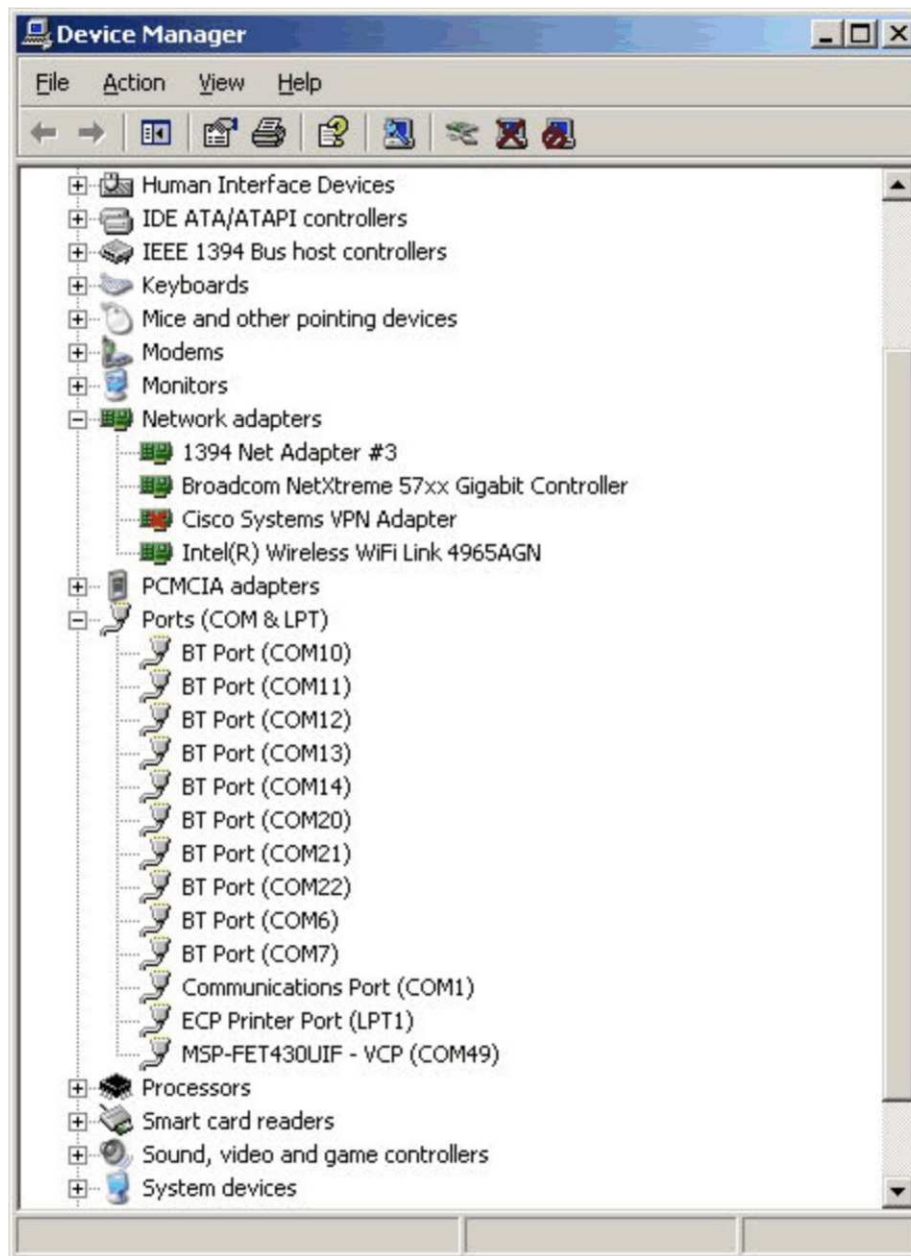
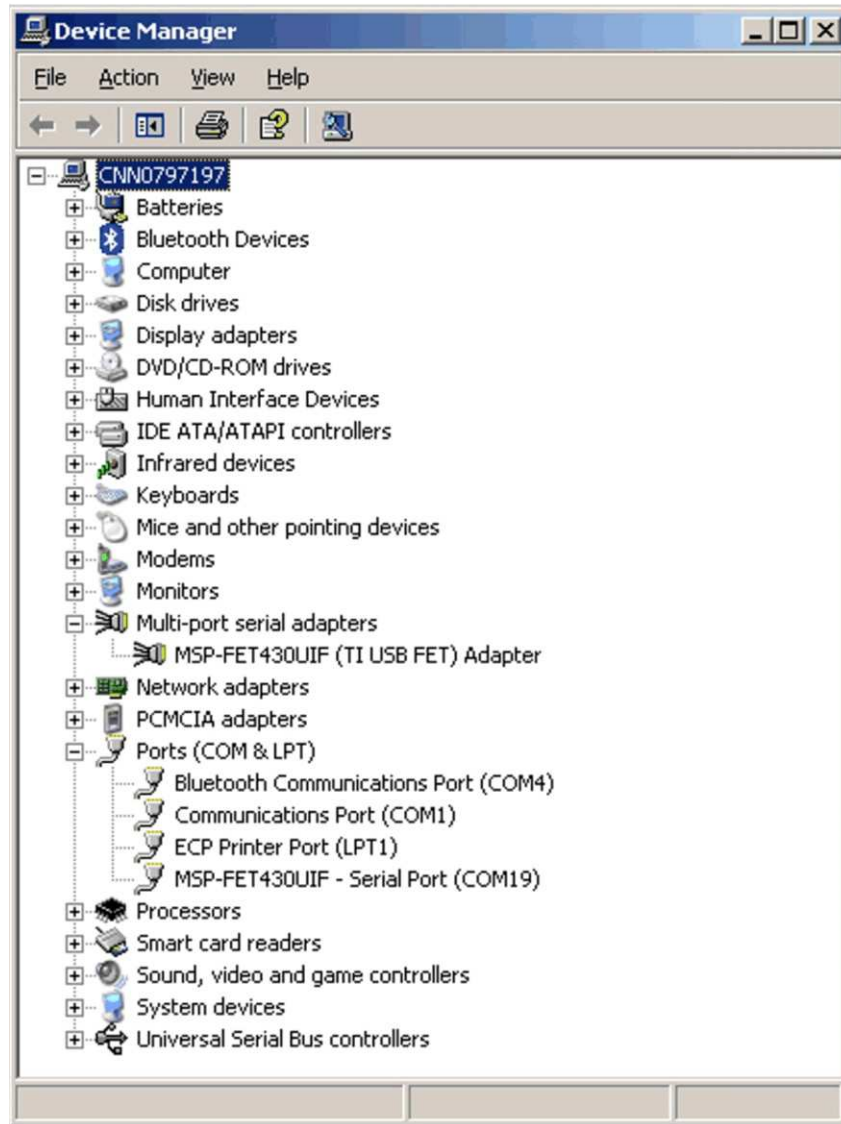
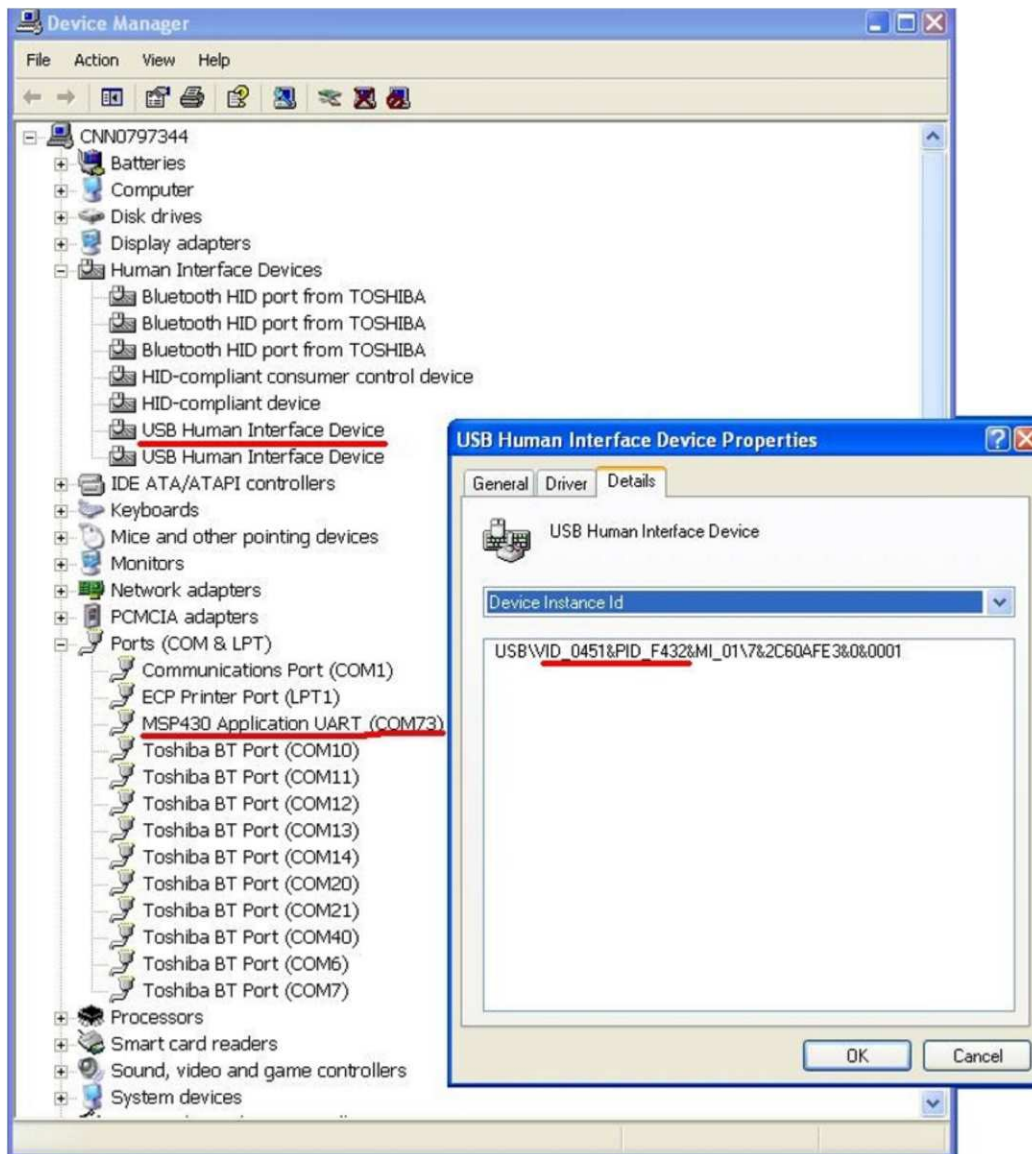

图 C-5. 器件管理器使用 **MSP-FET430UIF** 或者 **eZ430-F2013**（只适用于 **CCE** 和 **CCS**）。
图 C-6. 器件管理器使用 **MSP-FET430UIF** 或者 **eZ430-F2013**（只适用于 IAR）。
图 C-7. 器件管理器使用 eZ430-RF2500（适用于 CCE/CCS 和 IAR）。
13. USB 调试接口被安装并可使用。 器件管理器列出了 图 C-5， 图 C-6， 或者图 C-7中显示的新条目。